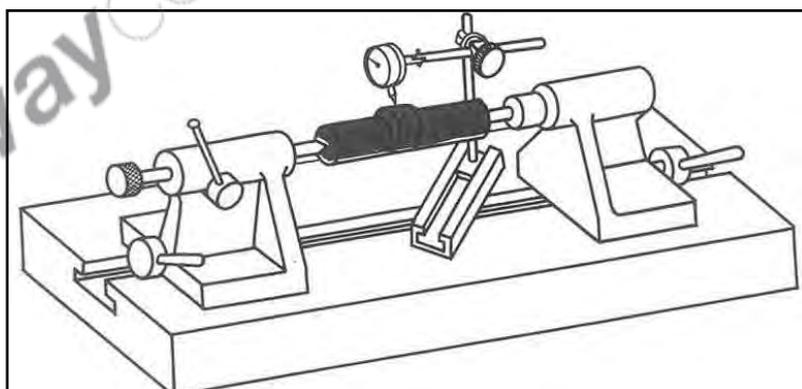

Figura 21 - Verifica dell'eccentricità del pezzo.
3. Se necessario, verificare l'eccentricità del pezzo utilizzando un comparatore e facendo ruotare lentamente il pezzo (a mano) dopo averlo fissato tra le punte (vedere la Figura 21).